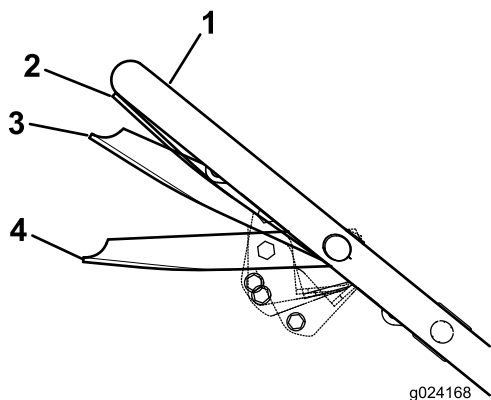

Figure 17
- Maintenez la barre de commande de la lame à la position Marche/changement à environ 2,5 cm (1 po) sous le guidon (Figure 17).